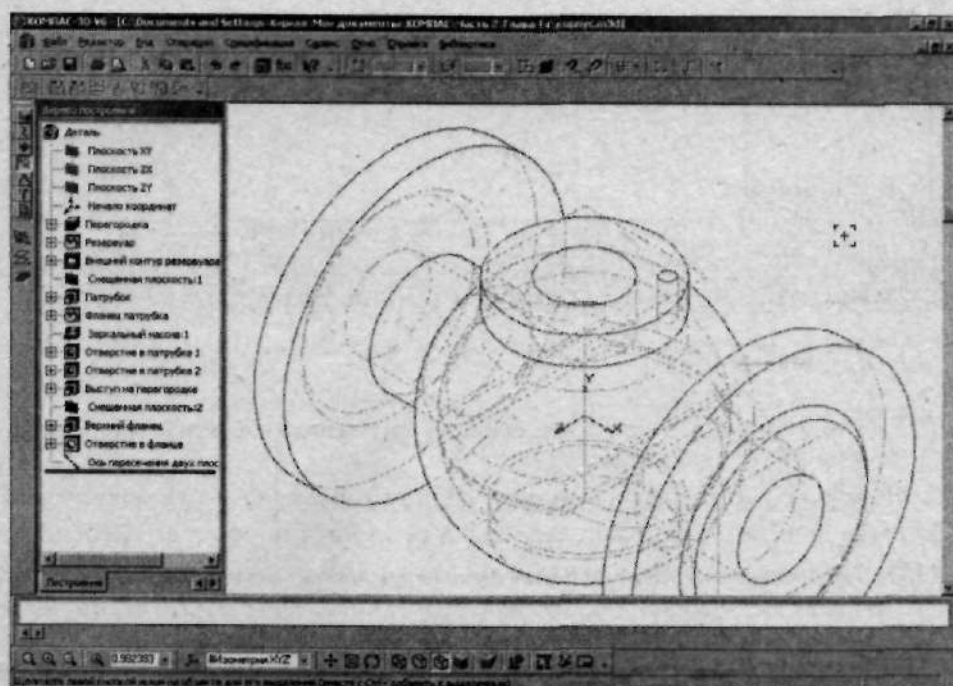

Рис. 2.162. Создайте ось для операции копирования по окружности
21. В Дереве построений щелкните по элементам Плоскость XY и Плоскость ZY. Таким образом, ось для операции копирования создана (рис. 2.162).